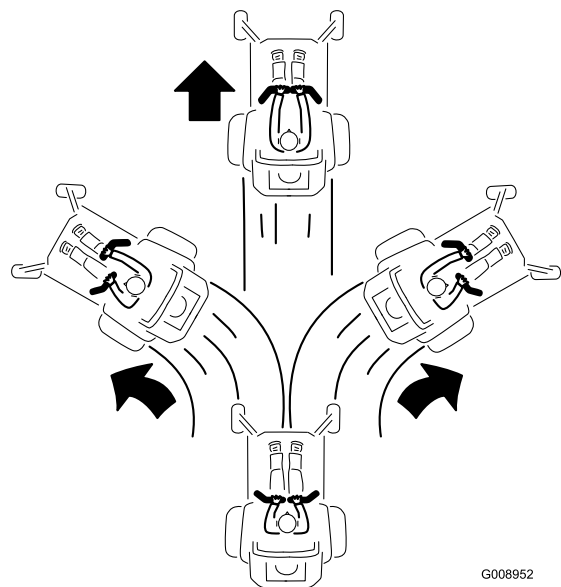

Figure 18
2. Pour vous déplacer en marche avant, poussez lentement les leviers de commande de déplacement vers l'avant (Figure 18).